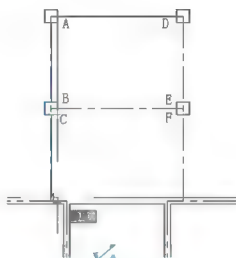

图 2.56 绘制墙体
(1) 保持当前层仍为【墙】图层。
(2) 执行菜单栏中的【绘图】|【多线】命令 (快捷键 ML), 启动【多线】命令。
① 在指定起点或 [对正 (J) / 比例 (S) / 样式 (ST)]: 提示下, 输入 “J” 后按 Enter 键。
② 在输入对正类型 [上 (U), 无 (Z), 下 (B)]: 上: 提示下, 输入 “T” 后按 Enter 键, 将对正方式改为 “T” (上对正), 此时比例仍为 “240”。
③ 在指定起点或 [对正 (J) / 比例 (S) / 样式 (ST)]: 提示下, 捕捉图 2.56 所示的 A 点作为多线的起点。
④ 在指定下一点或 [闭合 (C) / 放弃 (U)]: 提示下, 捕捉 B 点作为多线的终点, 按 Enter 键结束命令。
(3) 执行菜单栏中的【工具】|【草图设置】命令, 打开【草图设置】对话框。选择【对象捕捉】选项卡后, 勾选【垂足】捕捉复选框。
(4) 执行【多线】命令(快捷键 ML)。
① 在指定起点或 [对正(J)/比例(S)/样式(ST)]: 提示下, 捕捉 C 点。
② 在指定下一点或 [闭合(C)/放弃(U)]: 提示下, 将光标向下拖至与外墙相接处会出现垂足捕捉点, 如图 2.56 所示, 此时单击该点, 然后按 Enter 键结束命令。
(5) 按 Enter 键重复【多线】命令。